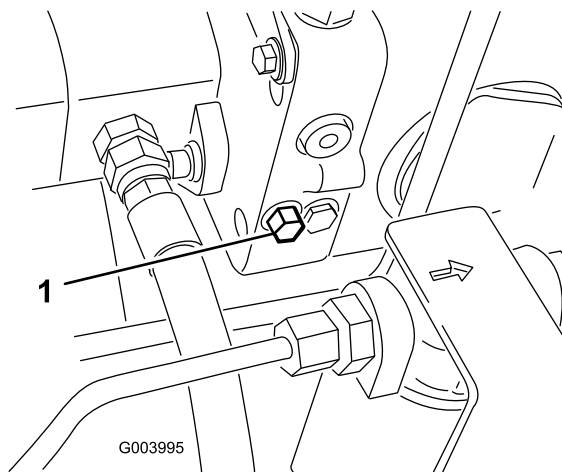

Figure 26
1. La vanne de dérivation est située du côté gauche de l'hydrostat (Figure 26). Tournez le boulon une fois et demie pour ouvrir la vanne et permettre la dérivation interne de l'huile. Il est alors possible de déplacer la machine lentement sans endommager la transmission.